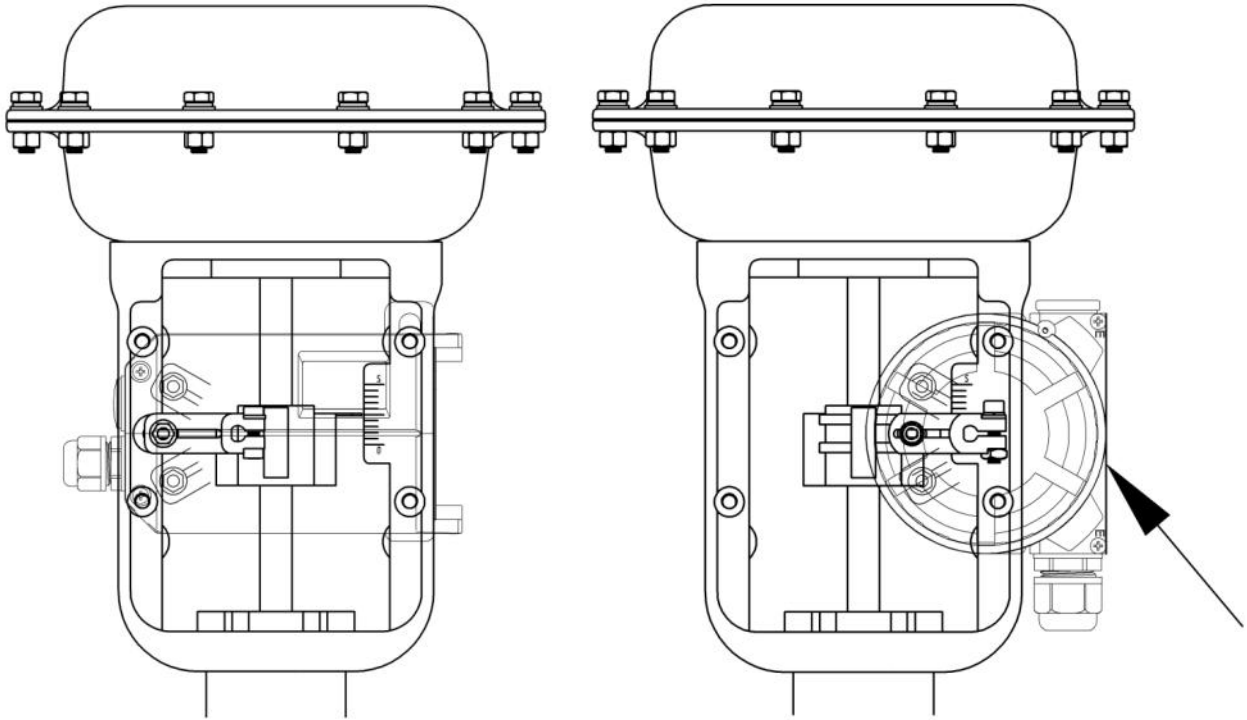
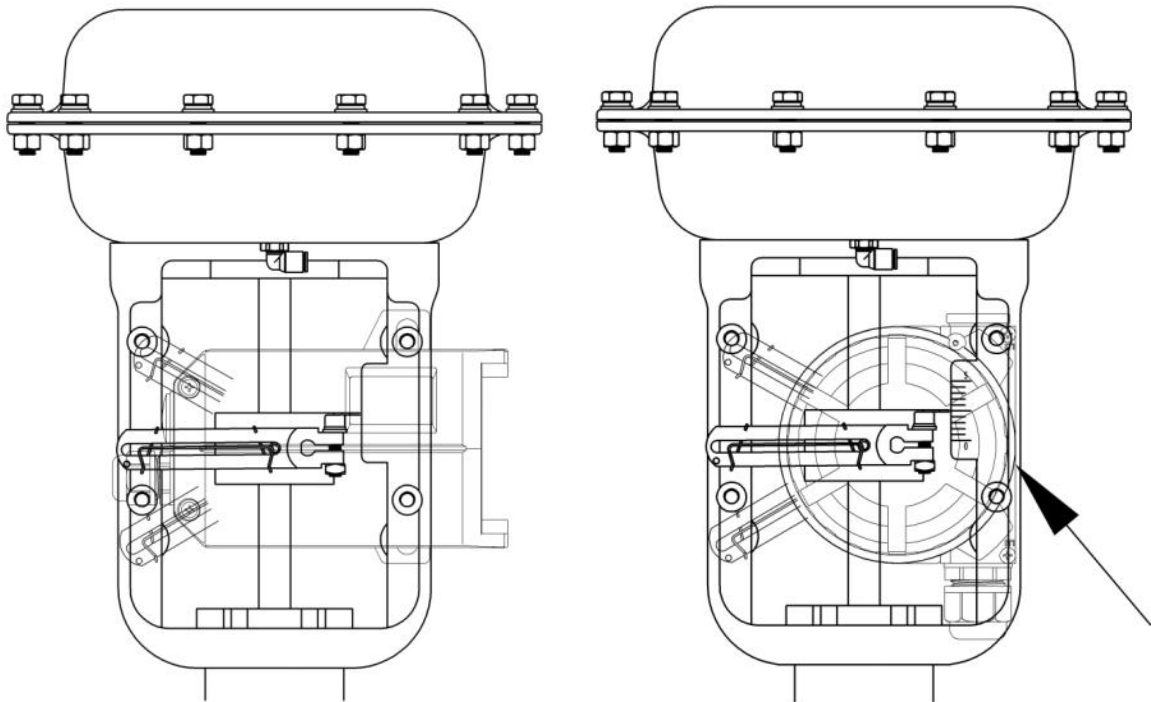

图 22. 与执行器安装 (反馈杆 A)
图 23. 与执行器安装 (反馈杆 B)
- 对于常规型直行程定位器，确保定位器外壳上平面和阀的主轴成直角。对于远传型直行程定位器，确保传感器壳体箭头（图 22 和图 23 右侧所示）所指平面与阀的主轴互相平行。否则会影响控制精度。最后用螺栓锁紧支架。